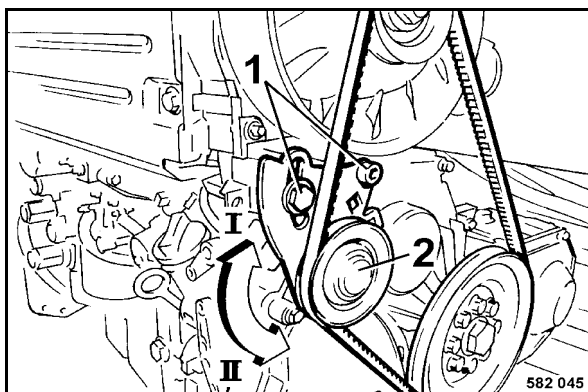

Fig. 153
- Desserrer légèrement la vis de fixation 1 (Fig. 153).
- Pousser la poulie de tension (2) dans le sens "I" jusqu'à ce que la tension soit correcte.
- Resserrer les vis de fixation (1).